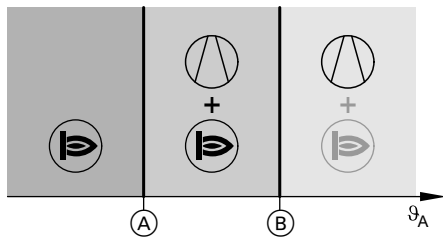

Abb. 11
Die Temperaturgrenze Alternativbetrieb (A) (siehe Abb. 11 und 12) wird von der Wärmepumpenregelung berechnet.
Die Temperaturgrenze Alternativbetrieb (A) (siehe Abb. 11 und 12) und die Bivalenztemperatur (B) (siehe Abb. 11) werden mit „Ausschaltgrenze Wärmepumpe bivalenter Betrieb 7B0F“ und „Bivalenztemperatur externer Wärmeerzeuger 7B02“ fest eingestellt.
**Einschaltbedingungen für Bereich  + : Siehe Abb. 11 und 12.**
**Einschaltbedingungen für Bereich ① + ②: Nur bei bivalent paralleler Betriebsweise, siehe Abb. 11.**
**Einschaltbedingungen für Bereich ③: Siehe Abb. 11 und 12.**